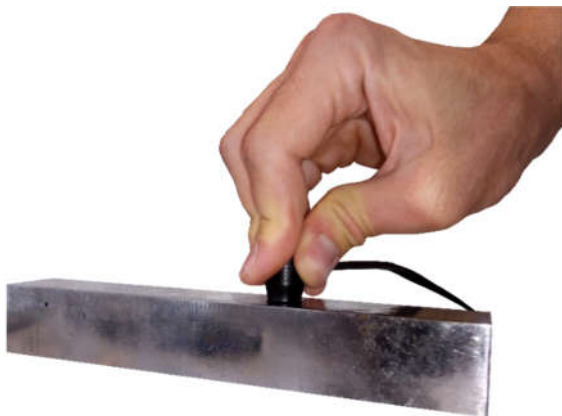

Рисунок 2.15 – Проведение измерения
8. Установить преобразователь контактной поверхностью на объект контроля и плотно прижать (рис. 2.15).